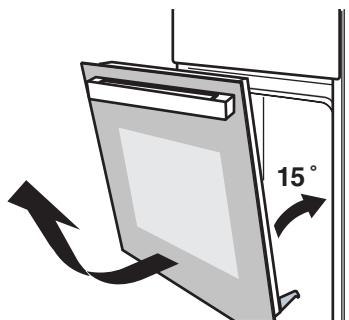

Figura 2
- Cierre la puerta hasta formar un ángulo de 15° aproximadamente. Levante la puerta y tire de ella despacio para sacarla del horno. (Figura 2)